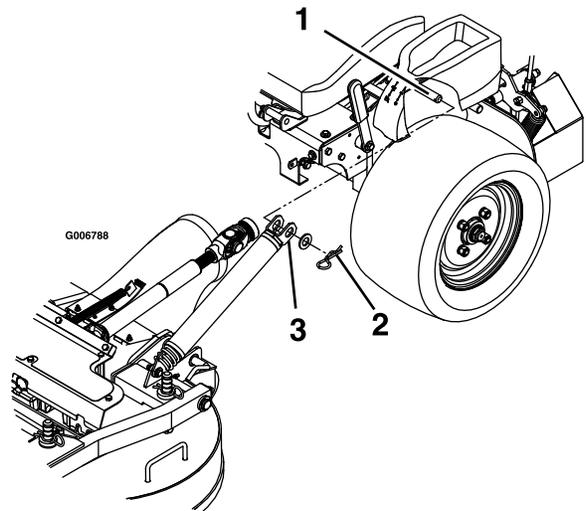

Рисунок 77
4. Извлеките игольчатые шплинты и снимите шайбы в верхней части пружины облегчения подъема деки на каждой стороне машины (Рисунок 77).
10. Установите пружины на штифты пружинодержателей под левой и правой консолями и закрепите их с помощью шайб и игольчатых шплинтов (Рисунок 77).